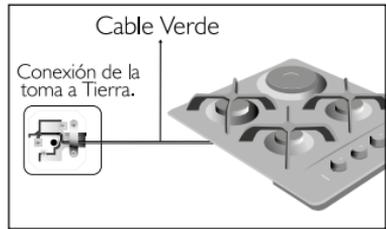

Figura 7.
- Si su producto lo posee, tome el cable verde que sale de la parte posterior del producto y conéctelo al toma a tierra de la instalación **(Ver figura 7).**